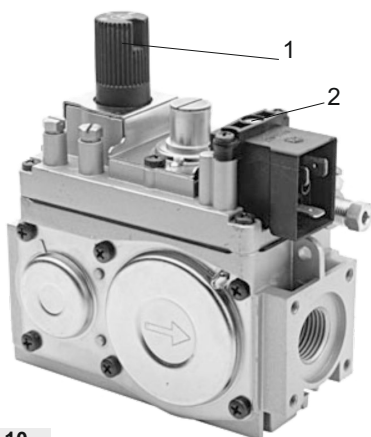

Рис. 10.
6.13. Заполните систему отопления чистой водой с жесткостью не более 0,7 мг-экв/л и $pH = 7^{+0.3}$. При заполнении системы жесткой водой с pH больше 7 значительно увеличивается отложение накипи на стенках котла и системы отопления, вследствие чего уменьшается эффективность котла и увеличивается расход газа! Расширительный бак размещается в высшей точке системы. Контроль заполнения системы водой осуществляйте по переливному патрубку, (рис.10). Объем бака должен быть не менее 8 % от объема отопительной системы.
7.4.3. Розжиг запальной горелки: нажмите и проверните круглую ручку управления поз.1 рис.10 до положения (★).